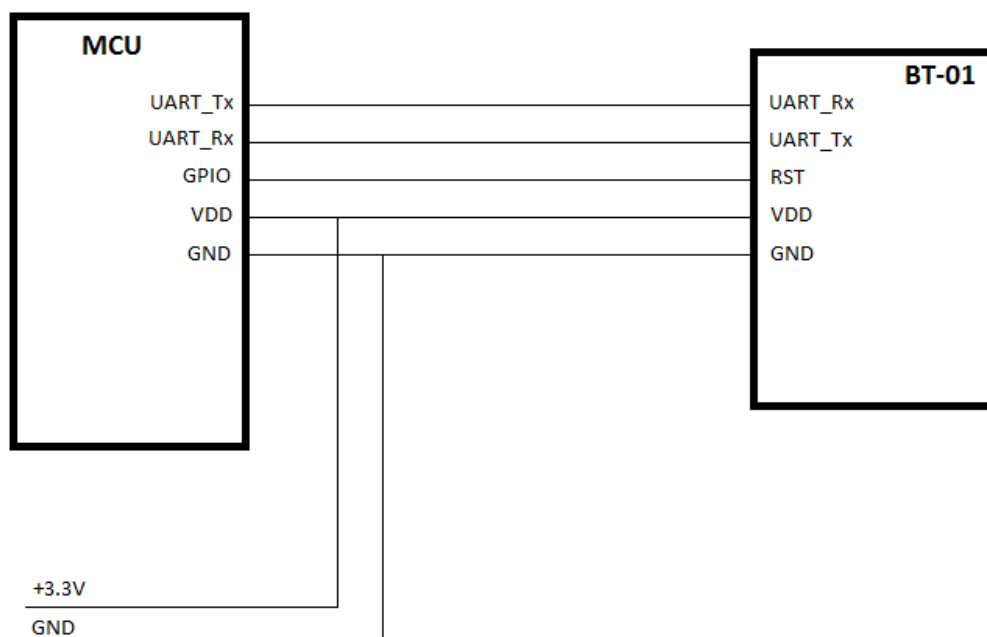

Рис.5 Подключение выводов модуля NAVIA BT-01(A) к микроконтроллеру.
На Рис. 5 показано подключение выводов модуля NAVIA BT-01(A) к микроконтроллеру. Подключение выводов модуля GPIO не показано, так как эти выводы предназначены для подключения к ним различных устройств – кнопок, контактных датчиков, выходов различных изделий (при настройке выводов модуля как «входы») или входов устройств индикации, входов управления различными устройствами и т.д. (при настройке выводов модуля как «выходы»). Конкретное назначение выводов GPIO определяется программным обеспечением модуля и его настройками.